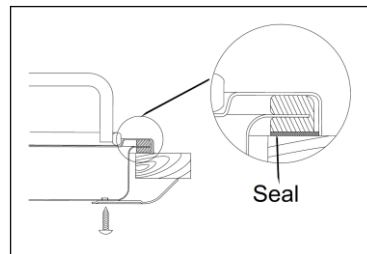

Рисунок 7
- Закрепите варочную панель соответствующими крепежными зажимами и винтами, как показано на схеме. После затягивания винтов излишнее уплотнение можно удалить (см. Рисунок 7*).